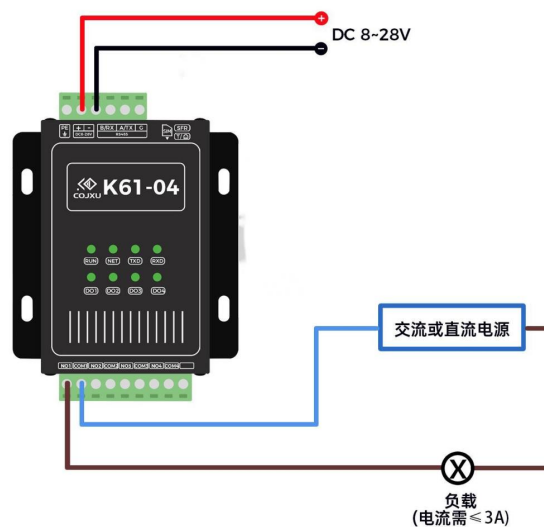

图 2-3 连接 I0 端口
(1) 按照下图 2-3，将本产品 K61-04 输出端的 DO 和 GND 用导线按照下图中接好（或者接入开关量信号采集传感器中）。当收到发送端发出的开关量信号后，K61-04 设备会输出一个闭合的开关量信号，并且对应的 I0 灯也会常亮。
(2) 注意事项：